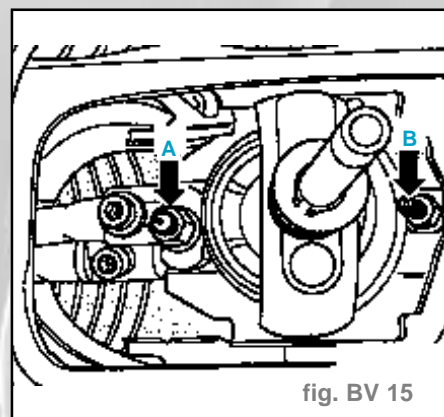

fig. BV 15
- Desserrer l'écrou (flèche **-A-** et la flèche **-B-**) du boîtier d'articulation (fig. BV 15).
- Desserrer l'écrou (flèche -A- et flèche -B-) du boîtier d'articulation (fig. BV 15).